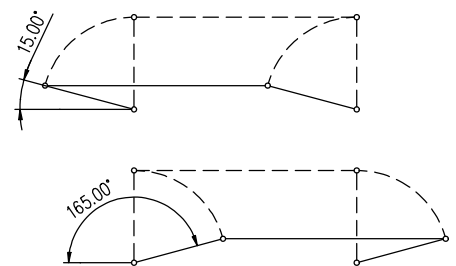

Рис. 3
- При сборке рычажного механизма следите затем чтобы угол между рычагом и тягой не был меньше  $15^\circ$  и больше  $165^\circ$  (Рис.3).